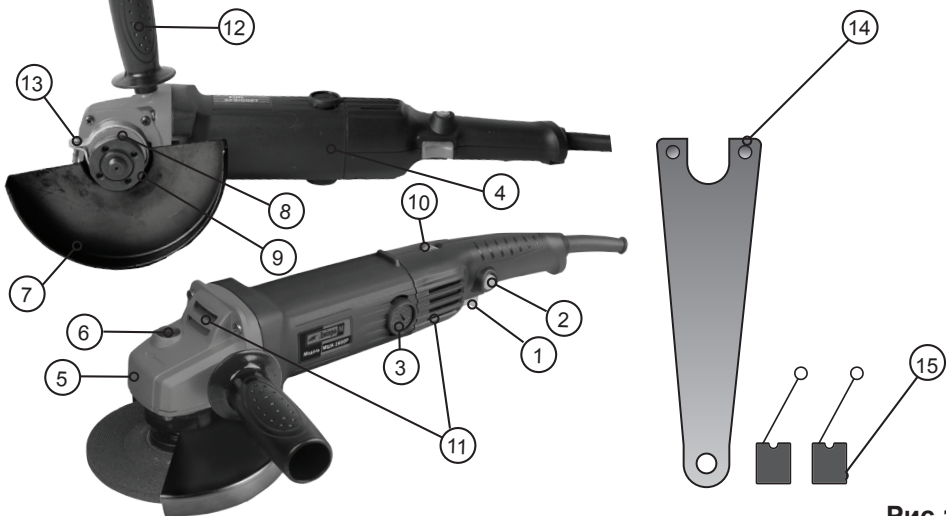

Рис.1
- натисніть на кнопку блокування вала 6 (див. рис.1) для того, щоб заблокувати обертання шпинделя під час встановлення або зняття приладдя.
Встановіть додаткову рукоятку 12 (см. рис.1) в зручне для роботи положення і зафіксуйте, обертаючи її ручку за годинниковою стрілкою.
1. Послабте один з гвинтів 13 (див.рис.1), який здійснює притискання захисного кожуха 7 до КШМ.
1. Розмістіть внутрішній фланець 8 (див. рис.1) на валу шпинделя обгумованим боком до себе.